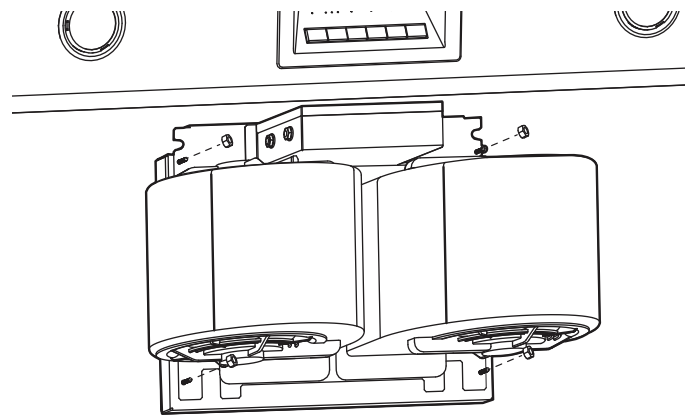

Figure 23 : Emplacements des goujons soudés
1. Le ventilateur est fixé à la hotte à l'aide des goujons soudés de la plaque de montage. Placez la plaque de montage du moteur sur les goujons (*Figure 23*).